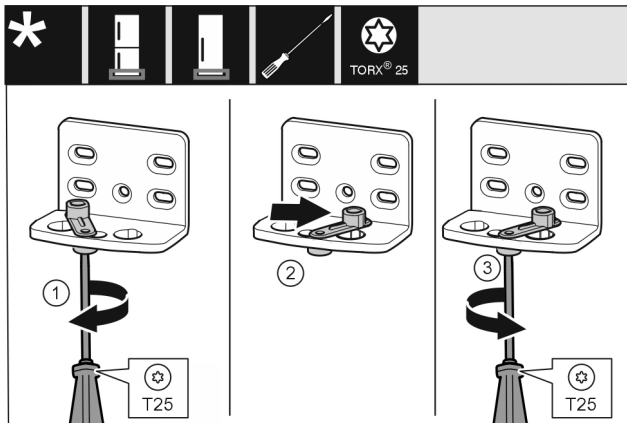

Fig. 13
- ▶ Desfaceți șurubul Fig. 13 (1) cu șurubelnița.
- ▶ Ridicați dispozitivul auxiliar de închidere a ușii Fig. 13 (2) și rotiți-l cu 90° spre dreapta în orificiu.
- ▶ Înșurubați ferm șurubul Fig. 13 (3) cu șurubelnița.